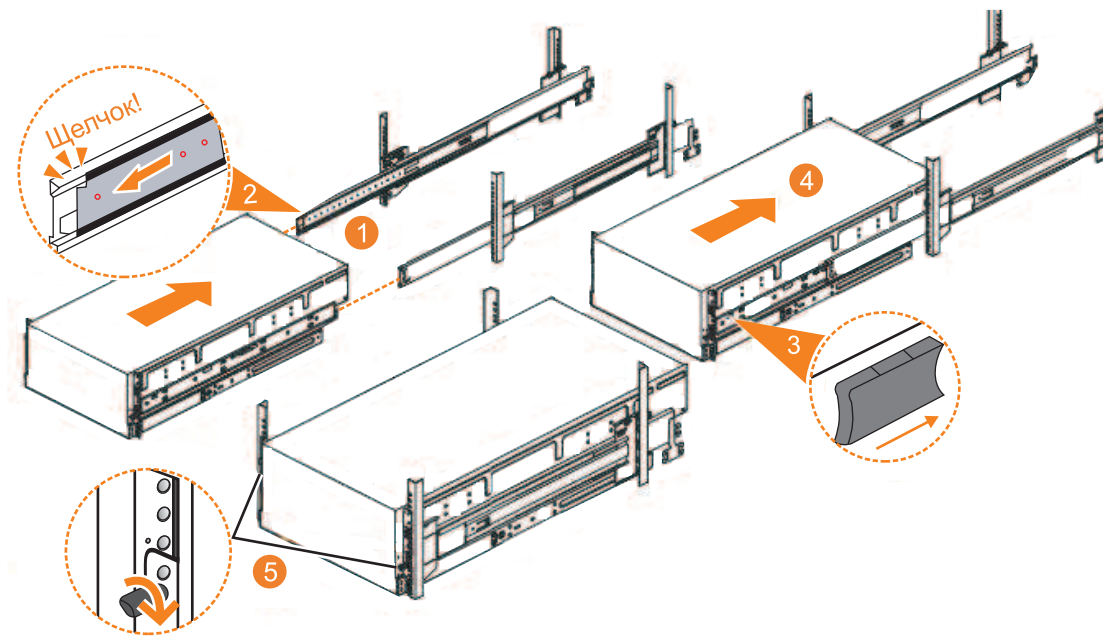

Рисунок 61. Замена корпуса 2145-92F в стойке
1. Полностью выдвиньте левую и правую части лотка из стойки до блокировки направляющих в выдвинутом положении ( **1** на рис. 61 на стр. 72).
2. Убедитесь, что защелкнулся шариковый фиксатор внутри левой и правой частей лотка ( **2** на рис. 61).
6. Найдите левый и правый синие фиксаторы с передней стороны корпуса. Надавите на них, чтобы разблокировать механизм лотка ( **3** на рис. 61).
7. С усилием задвиньте корпус в стойку ( **4** на рис. 61).
8. Затяните винты ( **5** на рис. 61), чтобы закрепить корпус в стойке.